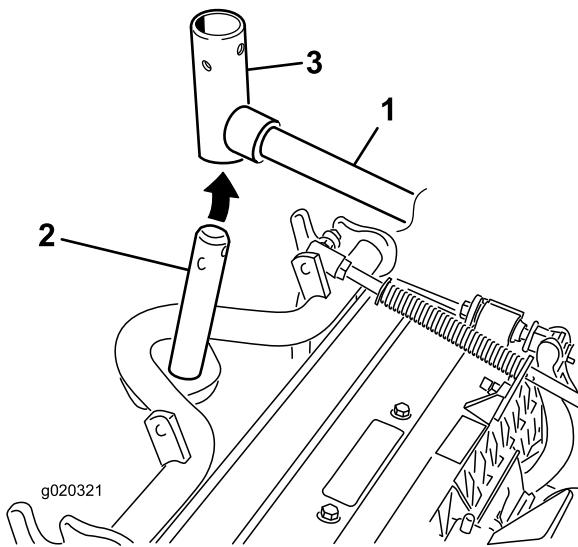

図 7
8. フロントに取り付けるカッティングユニットは、昇降アームの下に入れるとときにキャリアフレームのシャフトを立てて昇降アームのピボットヨークに挿入する（図 7）。
B. 昇降アームのヨークをキャリアフレームのシャフトに通す（図 7）。